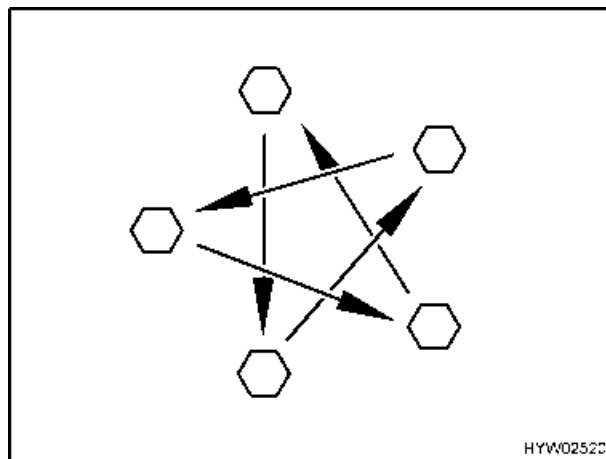

Bild 112 Radmuttern oder Radschrauben über Kreuz anziehen
- Radmuttern oder Radschrauben regelmäßig auf festen Sitz prüfen. Radmuttern oder Radschrauben eines ausgewechselten Rades nach 50 km über Kreuz nachziehen (Bild 112). Anziehdrehmoment siehe Abschnitt Anziehdrehmoment.
- ▷ Radmuttern oder Radschrauben über Kreuz anziehen (Bild 112). Anziehdrehmoment siehe Abschnitt Anziehdrehmoment.